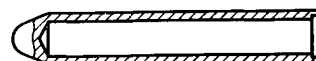

Рис. 154. Оправка 7820-5053 для установки резиновых сальников амортизаторов
9. Вставить шток с поршнем в цилиндр. Без перекосов установить направляющую втулку 8 в цилиндр 23, установить обойму 17 сальника и все уплотнительные детали. Резиновый сальник 16 штока нужно ставить так, чтобы надпись НИЗ была обращена к поршню. Перед постановкой внутренней поверхности сальника и поролоновый уплотнитель смазать смазкой ЦИАТИМ-201. Чтобы не повредить кольцевые гребешки на внутренней поверхности сальника, надевать его на шток нужно с помощью оправки (рис. 154), насаживаемой на конец штока.